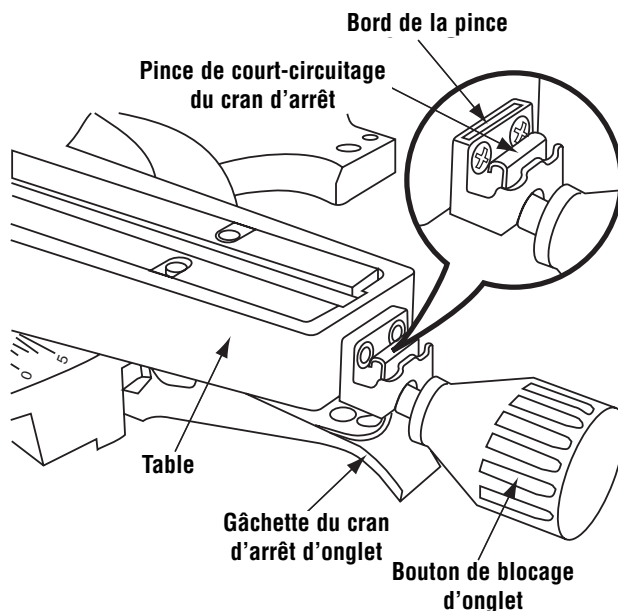

Figure 25. Court-circuitage du cran d'arrêt
2. Poussez la pince de court-circuitage du cran d'arrêt vers l'avant et verrouillez en place par-dessus le bord. Relâchez la gâchette du cran d'arrêt d'onglet (Figure 25).